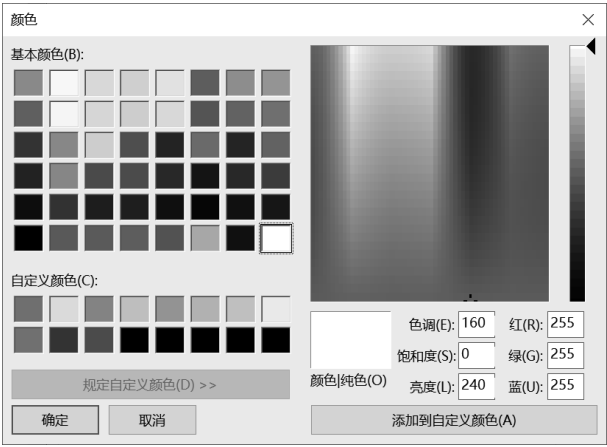

图 1-47 “颜色”对话框
- 03 在右侧的“颜色方案设置”选项框中选择“视区背景”，然后单击“编辑”按钮，系统弹出如图1-47所示的“颜色”对话框。选择要设置的颜色，单击“确定”按钮完成设置。